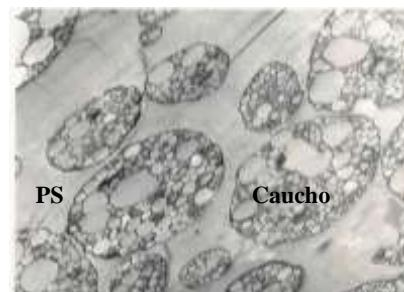

Figura 1. PSAI al microscopio.
La Figura 1 muestra una mezcla inmiscible: el poliestireno de alto impacto (PSAI). En este caso, se hace una mezcla de poliestireno (PS) con caucho, para subsanar la alta fragilidad del PS puro. Pero en la fotografía se observa que el caucho no se halla finamente disperso en el PS, como cabría esperar en una mezcla miscible. ¿Por qué resulta útil entonces? La respuesta también aclara la aparente paradoja de “mezcla inmiscible”. Las mezclas que, a pesar de ser inmiscibles, presentan un aspecto homogéneo a simple vista y se comportan de acuerdo con lo deseado, se llaman compatibles. El caso del PSAI mencionado es un ejemplo de ello.